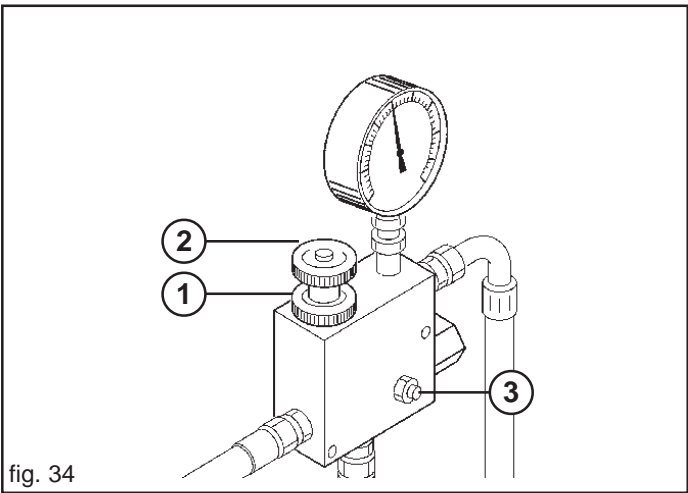

fig. 34
Se es necesario aumentar incrementar el número de revoluciones de la toma para la distribución de abono mayor, moviendo con prudencia y atención como segue (Fig. 34):
- b) desde el pomo (1, Fig. 34);
- c) girar en sentido horario o antihorario el pomo (2, Fig. 34) para disminuir o aumentar la presión y variando el número de revoluciones de la toma.